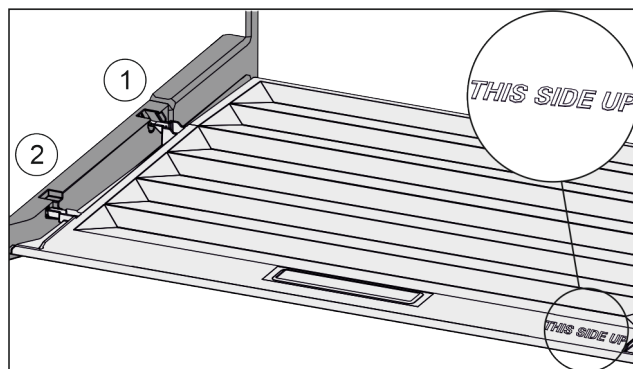

Fig. 116
- ▶ Anbring dækslets tappe over åbningen i den bageste holder Fig. 116 (1), og lad dem gå i indgreb i forreste holder Fig. 116 (2).